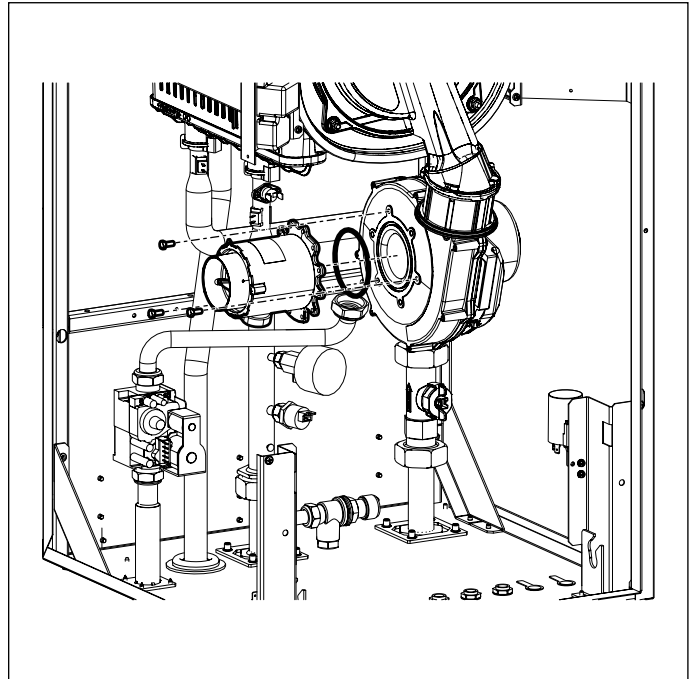

Рис. 33 Смеситель
- Снять смесительный узел, вывернув три шестигранных винта (смотри Рис. 33 Смеситель).
- Закрепить смесительный узел на вентиляторе с помощью шестигранных винтов, не забыв установить между ними уплотнительное кольцо (смотри Рис. 33 Смеситель).